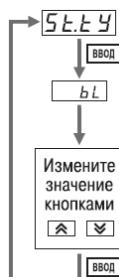

Рисунок 11.5 – Изменение значения параметра
- Выберите параметр для изменения и нажмите **ввод** (рисунок 11.5). При этом начнет мигать значение параметра на ЦИ2.